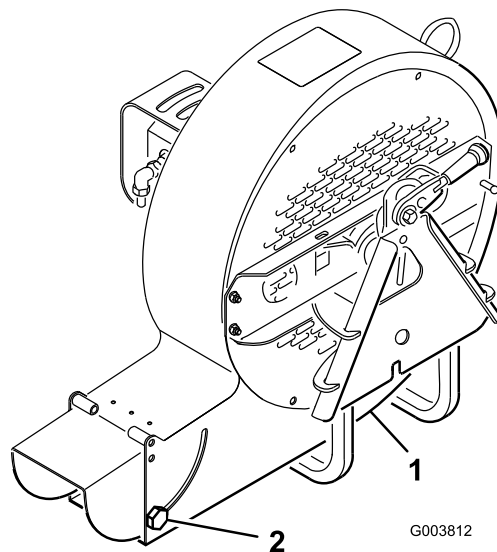

Рисунок 5
Вы можете отрегулировать отверстие выброса (Рисунок 5) для увеличения или уменьшения скорости и объема выходящего воздушного потока. При уменьшении размера отверстия выброса скорость увеличивается. При увеличении размера отверстия выброса скорость уменьшается.
1. Ослабьте крепежные винты отражателя отверстия выброса (Рисунок 5).